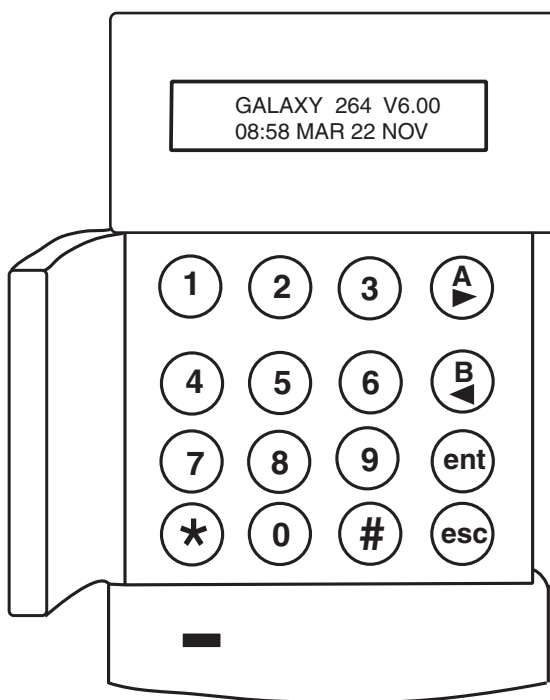

Figura 4-1. Teclado y teclado con lector de proximidad Galaxy Mk7
- 16 pulsadores con iluminación de fondo tal y como se muestra en la figura 4-1